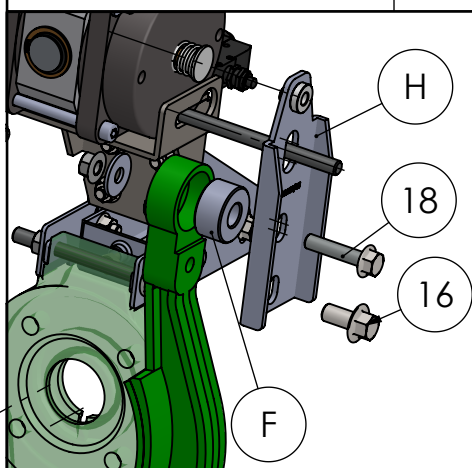

fig.2
- Avvitare la vite M8x50 nell'inserto della base "C1" contro il baty per impedirne il movimento e fissare la posizione con dado M8. (fig.2)